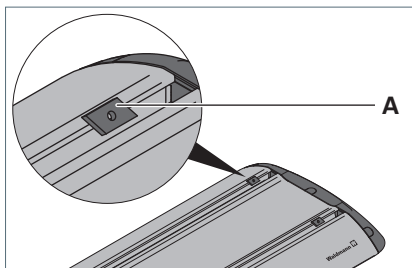

Fig. 11: Gleitmuttern einsetzen.
- ▶ Setzen Sie die zwei beigelegten Gleitmuttern **A** in die T-Nuten der Leuchte, siehe Fig. 11.